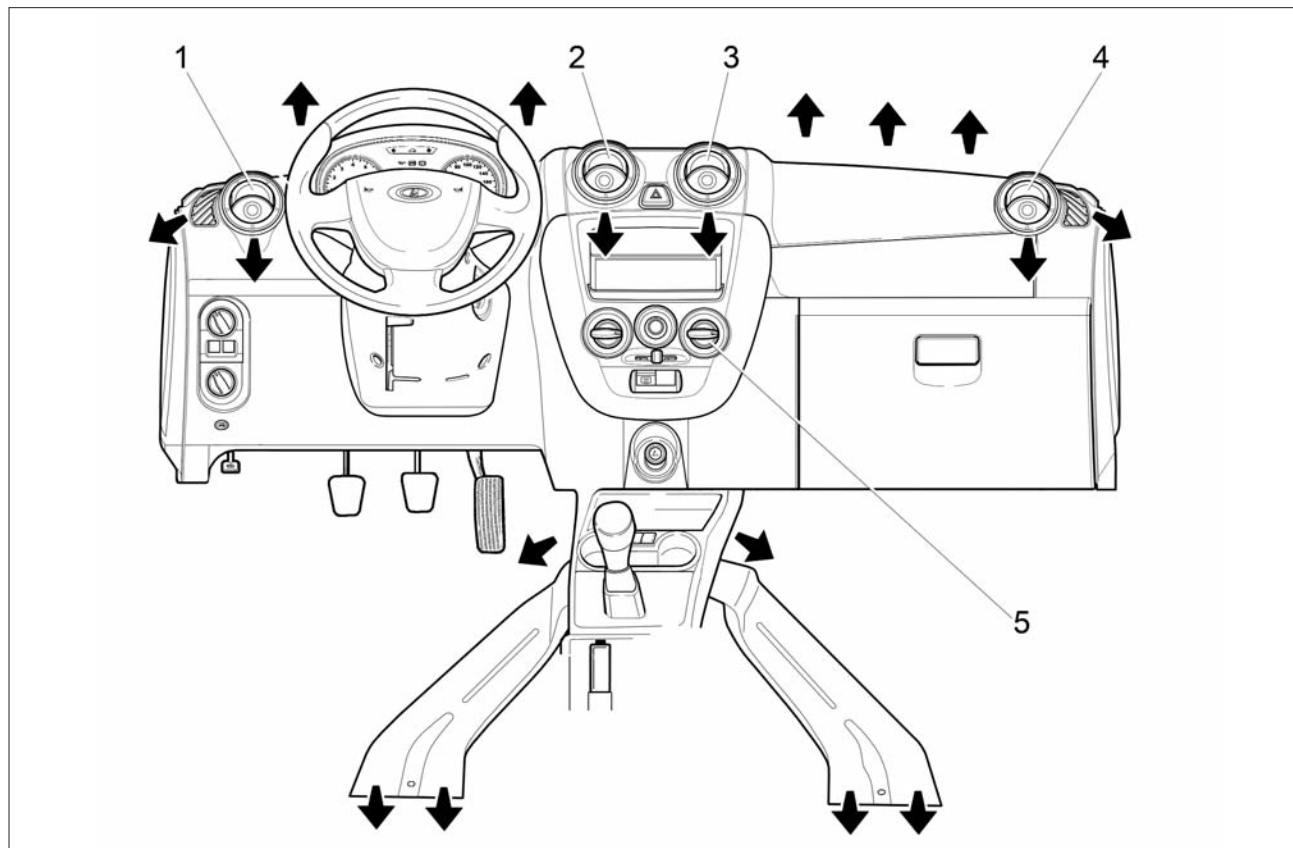

Рис. 39. Направления потоков воздуха из дефлекторов и воздуховодов
Непосредственным воздействием на дефлекторы сопел **1, 2, 3** и **4** (рис. 39) регулируется интенсивность подачи воздуха путем изменения положения дефлекторов вплоть до полного их закрытия. Открытие нужного сопла производится нажатием на специальное углубление в дефлекторе. Вращением дефлектора регулируется направление воздушного потока.
- **сопла 1 и 4** (см. рис. 39) отрегулировать по направлению и силе потока (рукояткой переключателя 2, см. рис. 38), в зависимости от желаемого направления и силы потоков;
- **сопла 1 и 4** (см. рис. 39) направить на соответствующие боковые стекла в зону наибольшего запотевания;
- **сопла 1 и 4** (см. рис. 39) направить на соответствующие боковые стекла в зону наибольшего обледенения;
В положении  рукоятки 4 хотя бы одно из сопел 1, 2, 3 или 4 (см. рис. 39) должно быть открытым, иначе теплообменник охлаждения воздуха (испаритель) может обледенеть и перекрыть подачу воздуха в салон.
3. Установите **рукоятку 4** своей меткой напротив символа . **Сопла 1 и 4** (см. рис. 39) панели приборов должны быть открытыми.